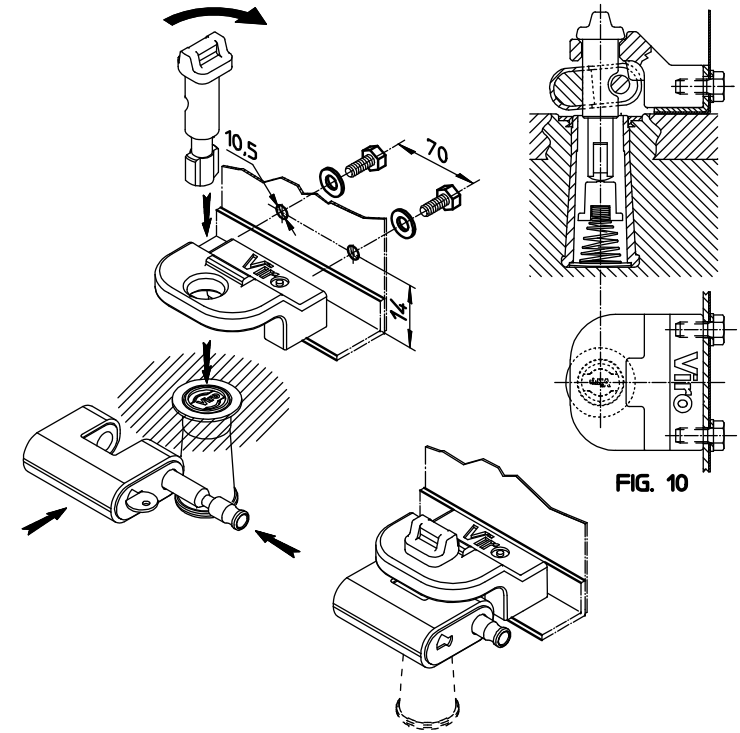

FIG. 10
- Fissare a pavimento la campana posizionandola come indicato nella vista dall'alto di FIG. 10
- Empotrar al suelo la campana posicionandola como indicado en la vista desde la altura de FIG. 10